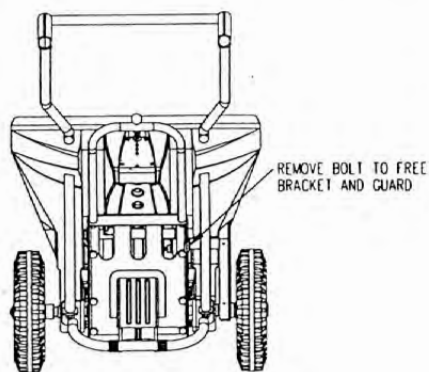

Fig 9 REMOVAL
KAMAXELN – DREV OCH REM (se bild 9 & 6)
KAMAXEL – ATT AVLÄGSNA DRIVREMMEN (SE BILD 9)
3. Avlägsna remskyddet genom att skruva av bulten (se bild 9).